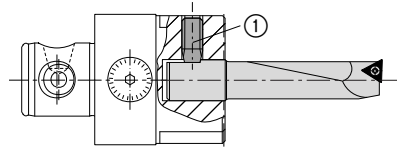

fig. 5
Porte outil avec face de serrage fixé sur coulisseau avec goupille filetée ①. Couple de serrage 8 Nm (fig. 5).
Les porte-outils à queue cylindrique avec plat de serrage peuvent être monés avec des douilles de réduction. Le blocage s'effectue à l'aide d'une vis sans tête ① et un couple de 10 Nm (fig. 5).